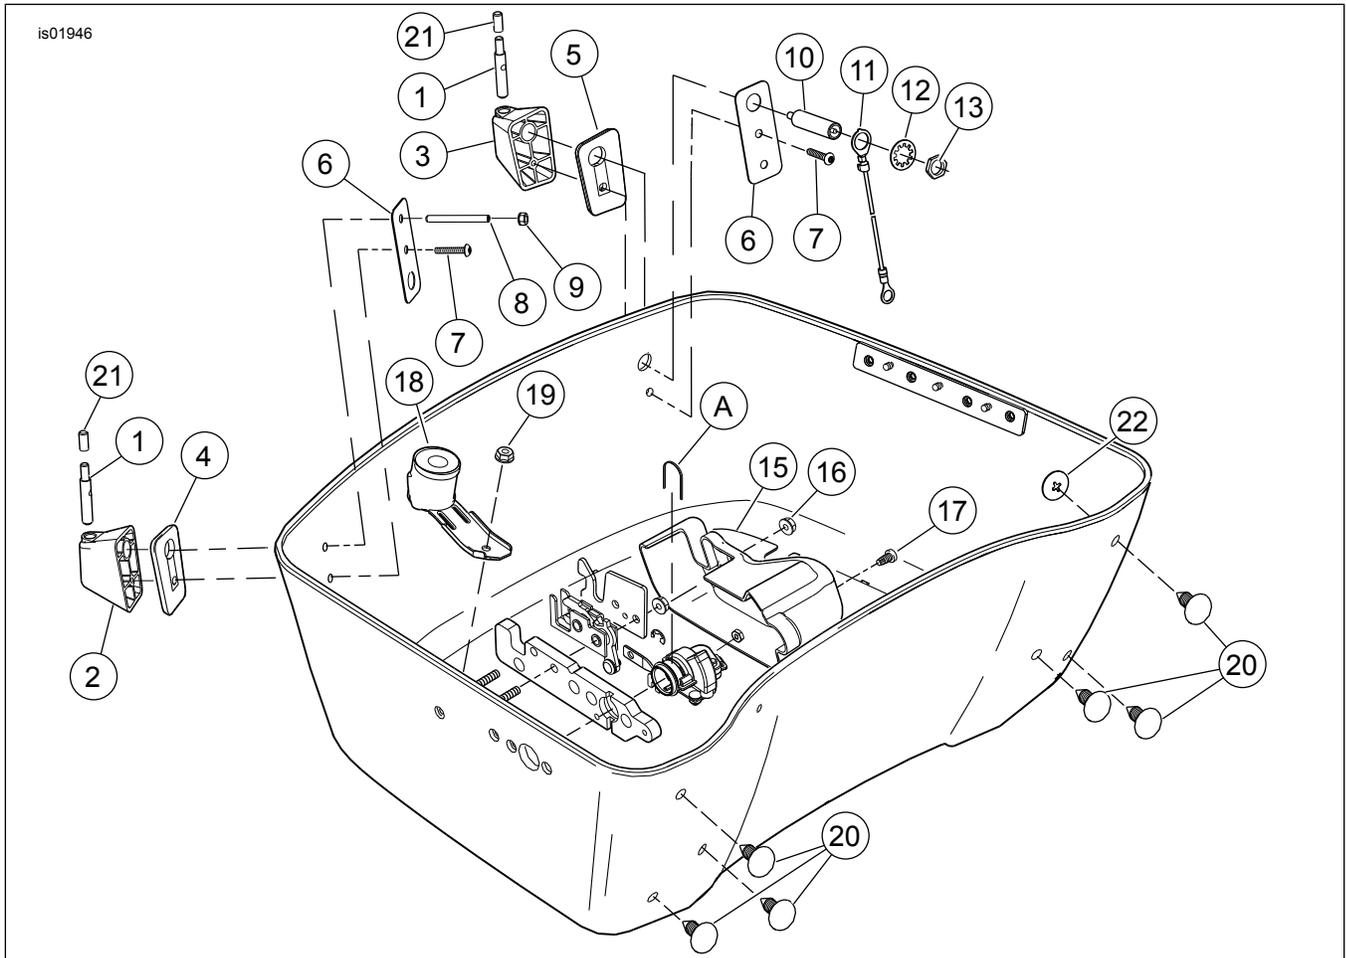

Figura 6. Kit delle parti di ricambio per l'installazione del Tour-Pak (inferiore)
13. Vedere Figura 6. Installare sei tappi per fori (20) nei sei fori sul lato anteriore del Tour-Pak come illustrato, quindi installare sei rondelle di ritegno (22) sulle estremità dei tappi dei fori.